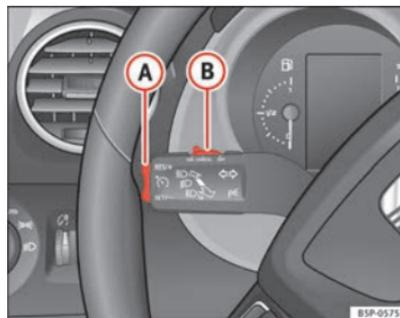

Fig. 147 Leva degli indicatori di direzione e degli abbaglianti; interruttore e tasto di comando del regolatore di velocità
- Spostare verso sinistra l'interruttore ⇒ fig. 147 **(A)**, posizionandolo su **ON**.